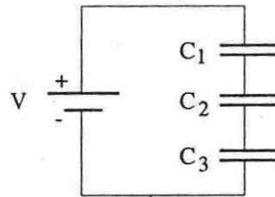

Figure 2: Condensateurs en série.
Si trois condensateurs sont branchés en *série* comme à la Figure 2, ci-dessous, chacun d'entre eux accumule une charge égale à  $Q$ . Un circuit en série possède une capacité équivalente,  $C_s$ , donnée par la relation
1. En utilisant le panneau de circuit électrique, branchez les trois condensateurs dans un circuit en *série*, tel qu'illustré à la Figure 2.